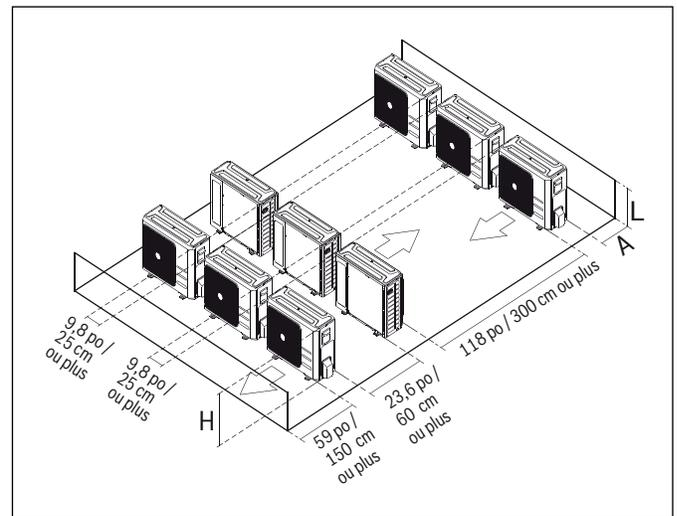

Figure 8
- ▶ Assurez-vous de satisfaire aux exigences minimales de dégagement (fig. 8 et 9) afin d'assurer qu'il y a assez de place pour l'installation et l'entretien.